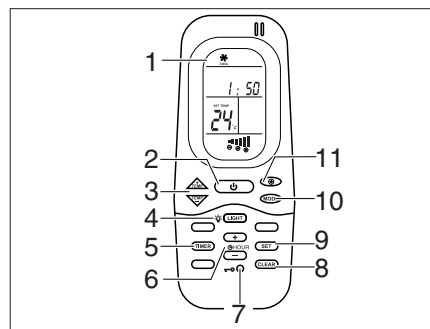
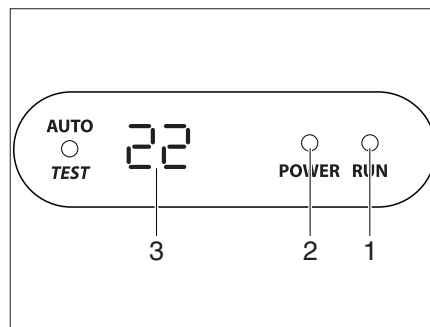

Fig. 119 Telecomando
Fig. 120 Display sul diffusore
L'impianto di climatizzazione si trova sul tetto del veicolo. Il telecomando (Fig. 119) dell'impianto di climatizzazione si trova nella zona cucina.
- Collegare il veicolo all'alimentazione a 230 V. L'impianto di climatizzazione è pronto a funzionare. Il LED (Fig. 120,2) sul display del diffusore si accende in rosso.
- Per attivare, premere il tasto di accensione/spegnimento (Fig. 119,2) del telecomando. Il LED (Fig. 120,1) è acceso in verde quando l'impianto di climatizzazione funziona in modalità di raffreddamento. Il LED (Fig. 120,1) è acceso in rosso quando l'impianto di climatizzazione funziona in modalità di riscaldamento.
- Impostare la modalità di funzionamento desiderata con il tasto MODE (Fig. 119,10).
- Se necessario, con il tasto (Fig. 119,11) impostare il livello della ventola e con i tasti (Fig. 119,3) la temperatura ambiente desiderata.
- Per disattivare, premere di nuovo il tasto di accensione/spegnimento (Fig. 119,2) del telecomando.
- Per la programmazione, accendere l'impianto di climatizzazione con il tasto di accensione/spegnimento (Fig. 119,2) del telecomando.
- Premere il tasto TIMER (Fig. 119,5). L'indicatore ON dell'ora di avvio si attiva.
- Con i tasti TEMP (+/-) (Fig. 119,3) impostare l'ora.
- Premere di nuovo il tasto TIMER (Fig. 119,5). L'indicatore OFF dell'ora di avvio si attiva.
- Premere di nuovo il tasto TIMER (Fig. 119,5).
- Al termine dell'impostazione premere il tasto SET (Fig. 119,9).
- Per cancellare la programmazione del timer, premere il tasto CLEAR (Fig. 119,8).